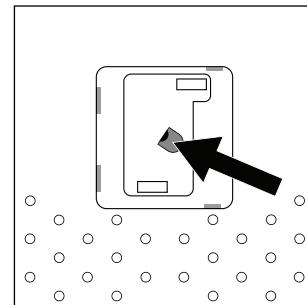

Abb. 2
3. Die Linse des Partikelsensors befindet sich in der mittleren Öffnung links (s. Abb. 2). Reinigen Sie diese mit einem trockenen Wattestäbchen oder einem weichen, trockenen Tuch.
4. Setzen Sie die Abdeckung ⑪ wieder in die entsprechenden Öffnungen im Gehäuse ⑯. Drücken Sie die Abdeckung ⑪ in die Öffnungen, bis die Abdeckung ⑪ hörbar im Gehäuse ⑯ einrastet.